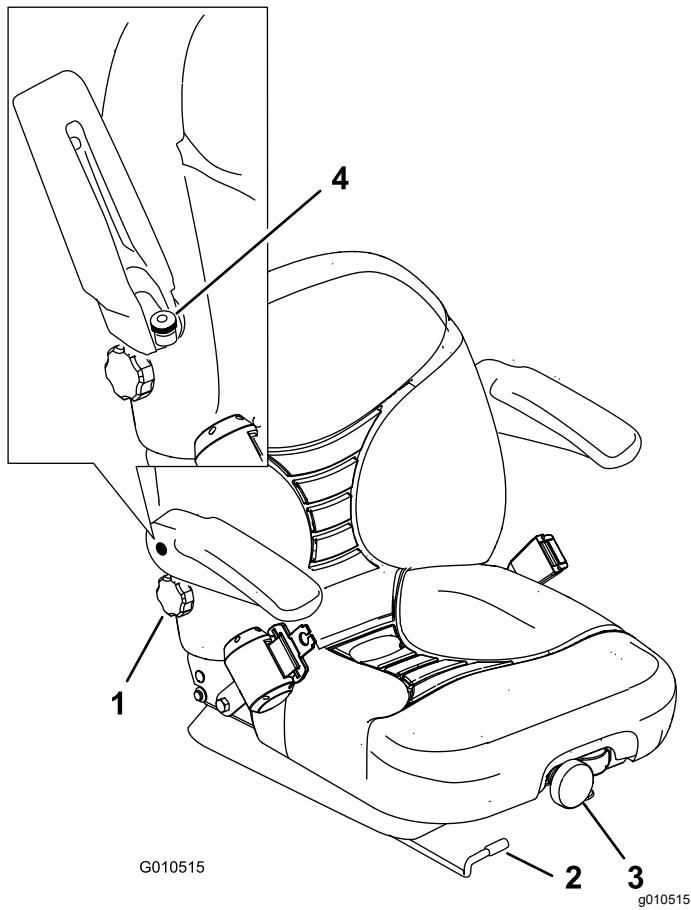

Figura 32
1. Mueva la palanca lateralmente para desbloquear el asiento (Figura 32).
Para ajustarlo, gire el pomo delantero en cualquier sentido hasta encontrar la posición más cómoda (Figura 32).
Para ajustarlo, gire el pomo situado debajo del reposabrazos derecho en cualquier sentido hasta encontrar la posición más cómoda (Figura 32).
Levante el reposabrazos y gire el pomo en cualquier sentido hasta encontrar la posición más cómoda (Figura 32).